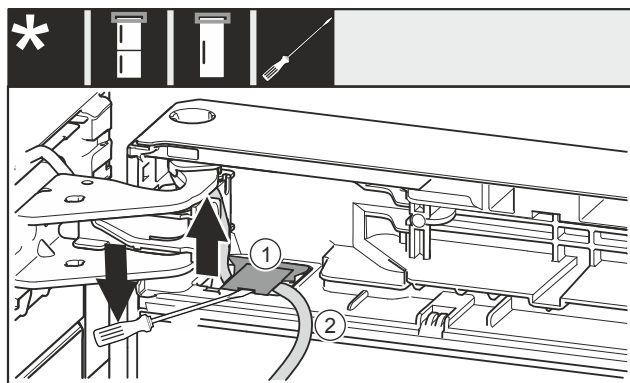

Fig. 24
► Используя шлицевую отвертку, поднимите и извлеките крышку Fig. 24 (1).
► Осторожно вытяните кабель Fig. 24 (2).